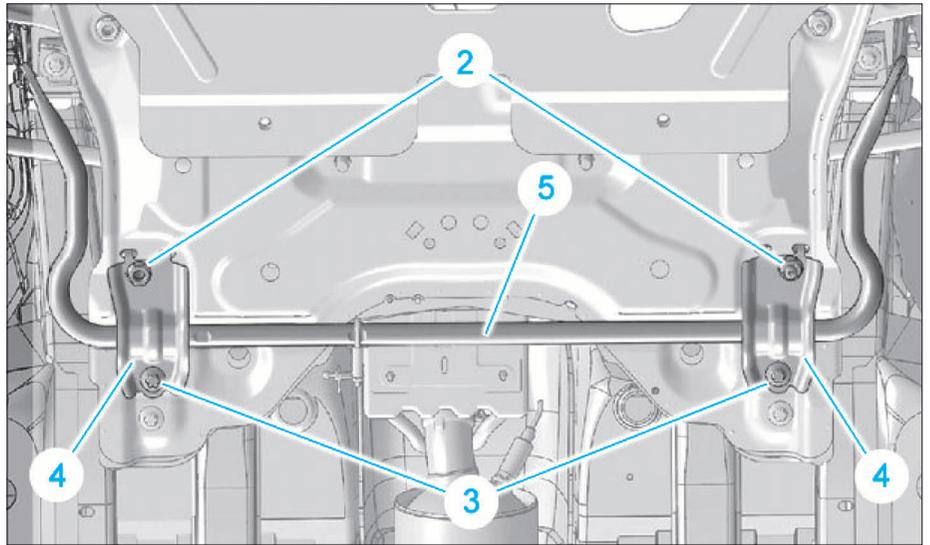

FIG. 7
- Déposer (Fig.7) :
- les écrous (2)
- les vis (3)
- les brides (4)
- la barre stabilisatrice (5)